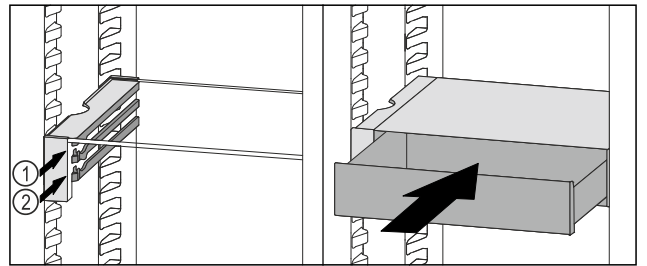

Fig. 123
- VarioSafe-Schubfach hinter den Stoppern auf gewünschter Rippe Fig. 123 (1) oder Fig. 123 (2) aufsetzen.